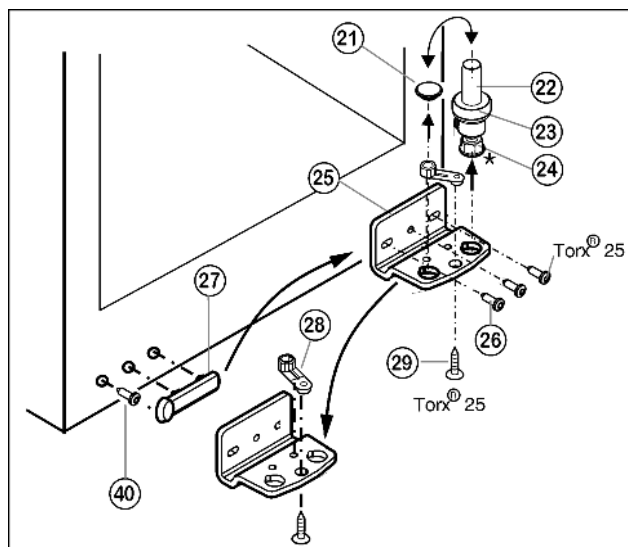

Fig. 5
- ▶ Извлеките опорный винт Fig. 5 (22) в комплекте с шайбой Fig. 5 (23) и регулируемой опорой* Fig. 5 (24), вытягивая его вверх.
- ▶ Снимите пробку Fig. 5 (21).
- ▶ Открутите Fig. 5 (26) опорный кронштейн Fig. 5 (25).
- ▶ Открутите Fig. 5 (29) опорную деталь Fig. 5 (28) и, переставив в отверстие на противоположной стороне опорного кронштейна, снова прикрутите.
- ▶ Осторожно снимите и переставьте на противоположную сторону крышку со стороны ручки Fig. 5 (27) и винт Fig. 5 (40).
- ▶ Снова прикрутите опорный кронштейн Fig. 5 (25) на новой стороне шарнира (с моментом 4 Нм). При необходимости используйте аккумуляторный шурупверт.
- ▶ Переставьте пробку Fig. 5 (21) в свободное отверстие.
- ▶ Вновь установите опорный винт Fig. 5 (22) в комплекте с шайбой и регулируемой опорой*. При этом фиксатор должен быть направлен назад.